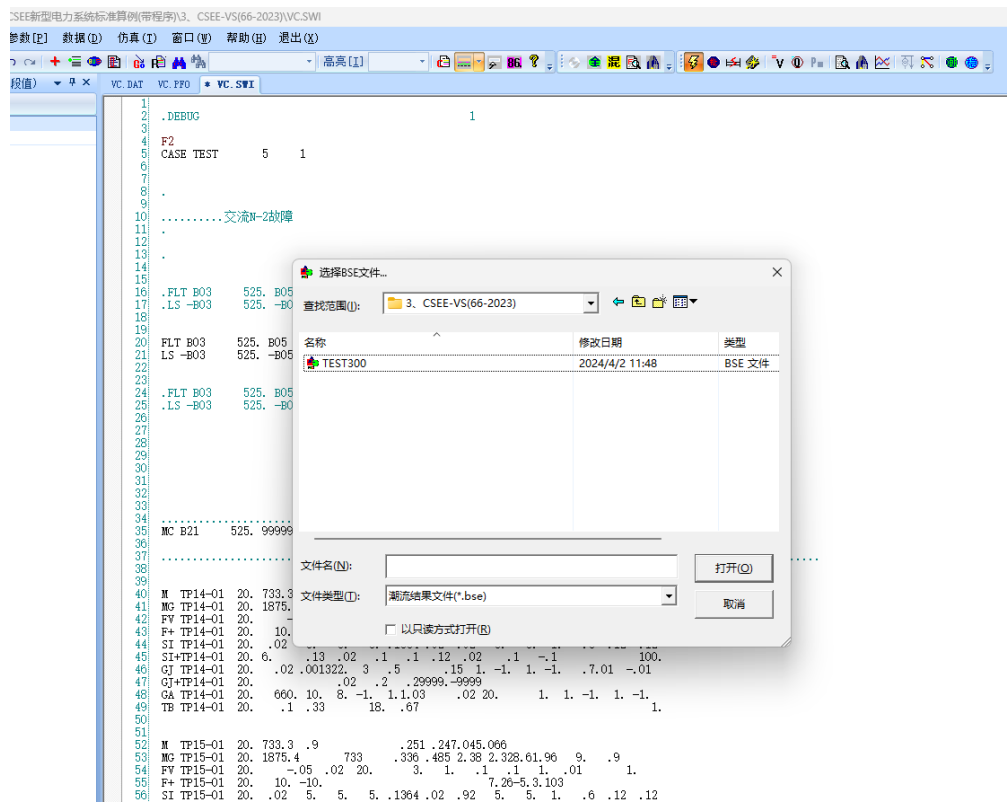
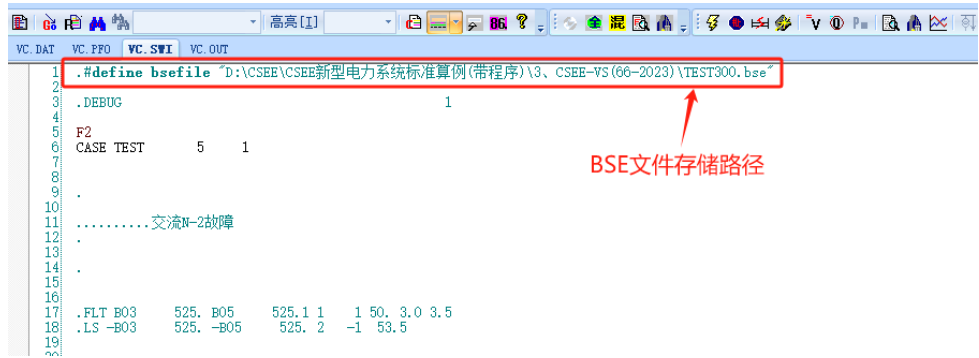

图 6 设置故障
图 7 选定路径
1) 利用 PSDEdit 打开 VC.swi 文件, 如图 6 所示。通过 FLT 卡设置故障, 算例默认故障为线路 B01-B11 在第 50 周波发生三相短路故障, 故障位置为 25%处, 故障持续时间为 7.8 周波。FF 卡可设置仿真步长和时长。B 卡可设置所需元件的变量输出。
2) 首次点击【执行潮流或稳定计算】需要选择 BSE 文件的存储路径, 如图 6 所示。选定路径后自动进行稳定计算, 并在 SWI 文件的首行自动生成路径的指令, 后续重复计算将无需反复选择 BSE 文件的存储路径, 如图 7 所示。